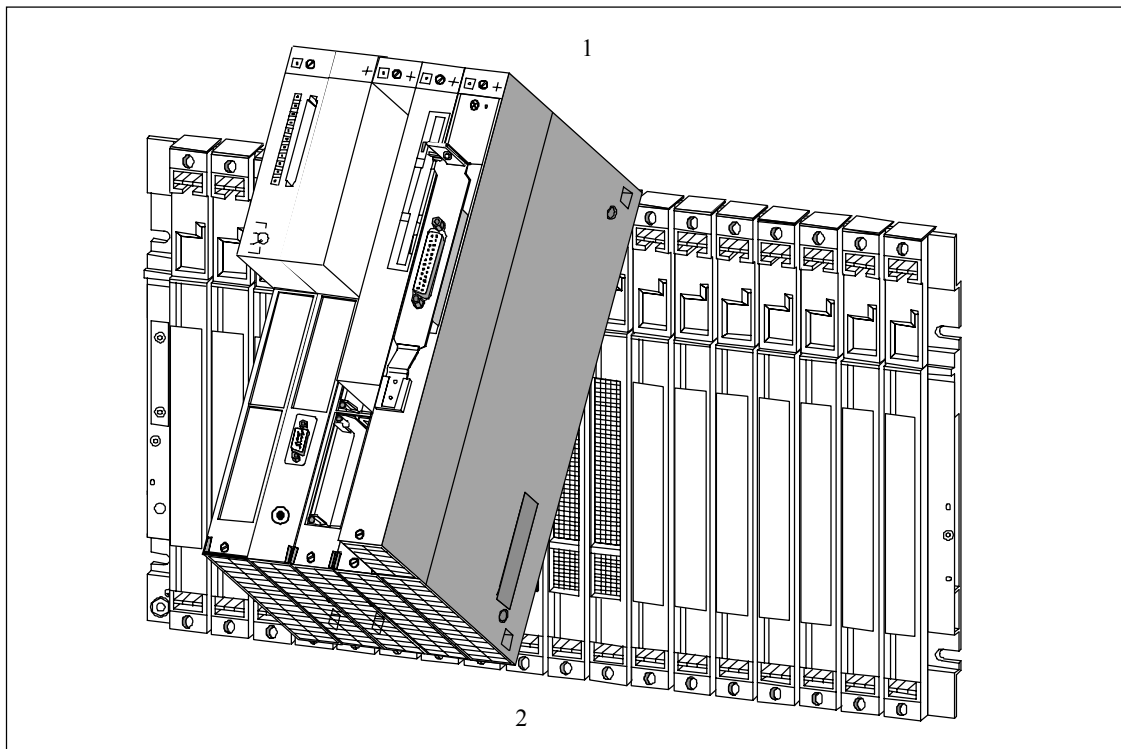

Рис. 10-12. Навешивание блока модулей из CPU и модулей расширения и его поворот
Навесьте блок модулей (1) и поверните его вниз (2). На рис. 10-12 показано, как навесить блок модулей и повернуть его.